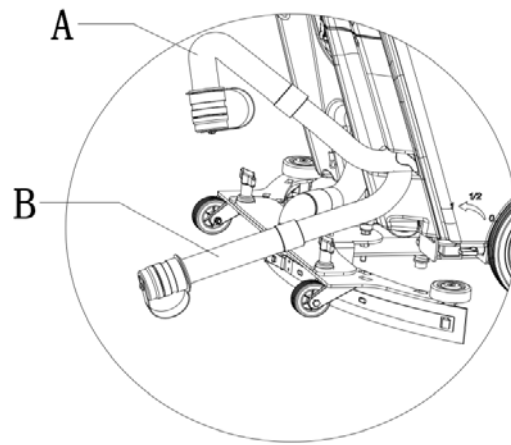

Abbildung 13
1. Nehmen Sie den Ablaufschlauch herunter und knicken Sie das obere Ende um (wie in A der Abbildung 13 dargestellt). Legen Sie den Ablaufschlauch nun auf eine niedrige Stelle oder den Boden und schrauben Sie den Deckel ab, um den Tank zu leeren (wie in B der Abbildung 13 dargestellt).